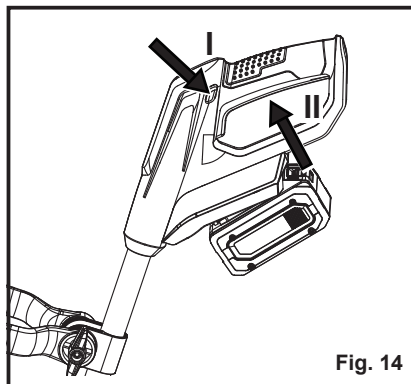

Fig. 14
5. Pour démarrer la motobineuse, appuyez d'abord sur l'interrupteur de verrouillage situé sur la poignée principale et maintenez-le en position. Appuyez sur l'interrupteur marche/arrêt pour mettre la motobineuse en marche (Fig. 14). Une fois le démarrage effectué, relâchez l'interrupteur de verrouillage.